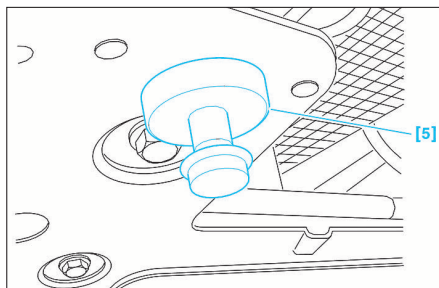

FIG. 6
- de contrôler le positionnement du berceau à l'aide de l'outil [5] (Fig.6).